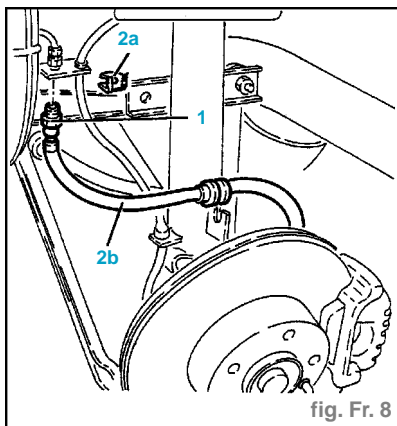

fig. Fr. 8
- Dévisser le raccord intermédiaire (1) du flexible (fig. Fr. 8).